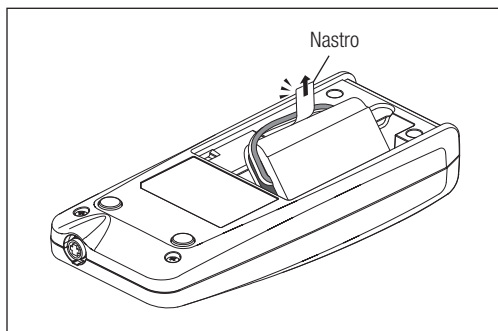

Fig. 7
- 4) Tirando verso l'esterno il nastro attaccato al gruppo batteria, estrarre il gruppo batteria presente. (Fig. 7)